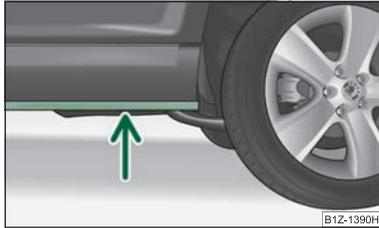

Fig. 156 Traverser un cours d'eau
- Avant de franchir une nappe d'eau, déterminer la profondeur de l'eau. L'eau doit arriver au maximum jusqu'au profilé sur le longeron inférieur du véhicule ⇒ fig. 156.